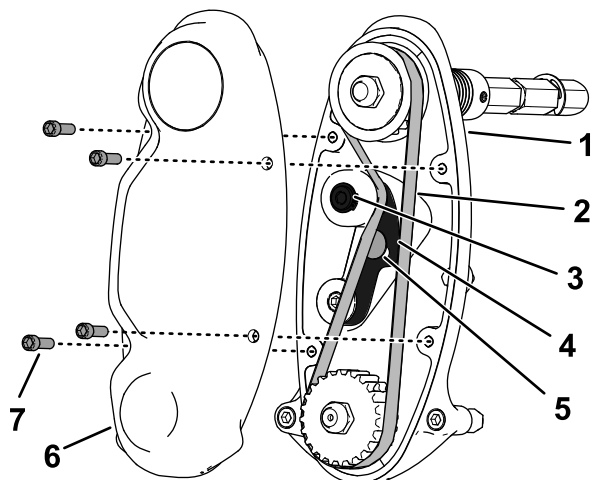

Figura 17
1. Togliete il copricinghia per accedere alla cinghia (Figura 17).
2. Allentate il bullone del braccio di rinvio e ruotate il braccio (Figura 17) per allentare la tensione sulla cinghia.
3. Rimuovete la cinghia (Figura 17).
6. Montate e tendete la cinghia applicando una coppia compresa tra 4 e 5 N·m all'esagono interno del braccio di rinvio illustrato nella Figura 17.